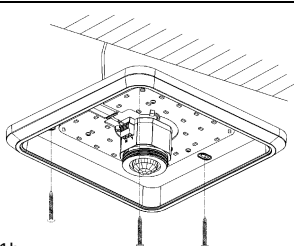

Abb.1b
1. Markieren Sie die Löcher für die Montagestifte an der Decke. (Abb. 1b)